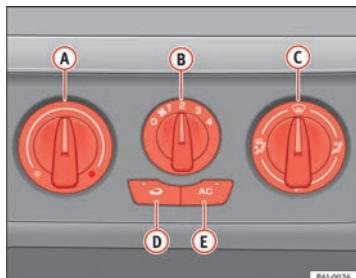

Fig. 94 Mando del Aire Acondicionado en el tablero de instrumentos
- Con los reguladores **fig. 94 A** y **C** y con el mando **B** se regula la temperatura, la velocidad del ventilador y la distribución del aire.